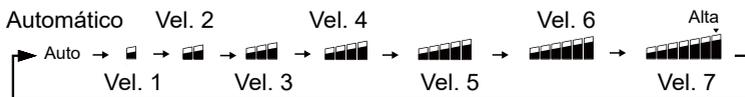

Figura 3.7
1. Sete velocidades do ventilador: O padrão do controle remoto é o modo com ventilador de sete velocidades em que a velocidade do ventilador será ajustada gradualmente como exibido na Figura 3.7;